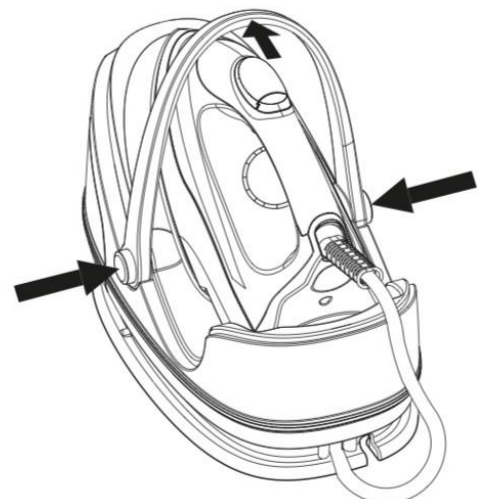

Fig.1
3. Entfernen Sie die Schutzfolie oder Aufkleber von der Bügelsohle. (Fig. 1)